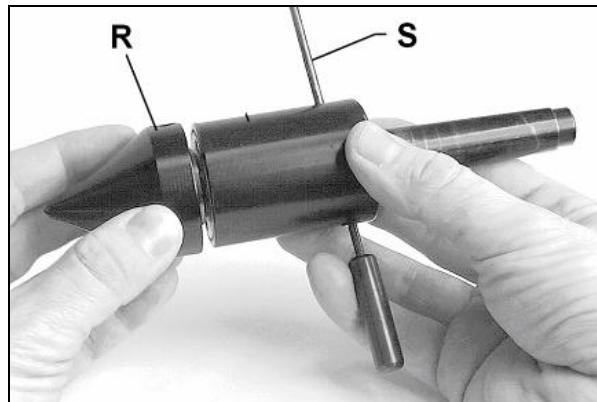

Fig 33
Pour dévisser la pointe conique (R, Fig 33) il faut que la broche soit fixée à la gouille transversale (S).